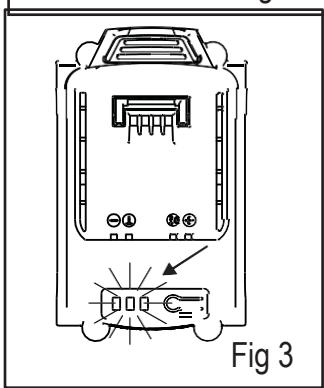

Fig 3
9. Wenn die grüne LED-Leuchte am Akku leuchtet, ist der Ladevorgang abgeschlossen. Dies kann bis zu 3 Stunden dauern (Siehe Abb. 3). Das Gerät sollte nach jedem Aufladen ungefähr 15 Minuten lang laufen.